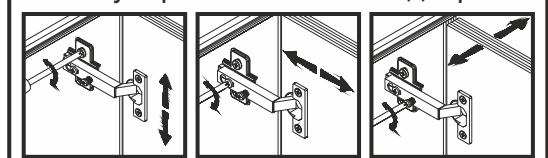

Рис. 4
5.33 Навесить двери на боковые стенки 1 и 2, совместив петли шарнирные a2 с направляющими петель b1 (**см.рис.4**). При необходимости отрегулировать положение дверей, вращая регулировочные винты на петлях и направляющих петель.